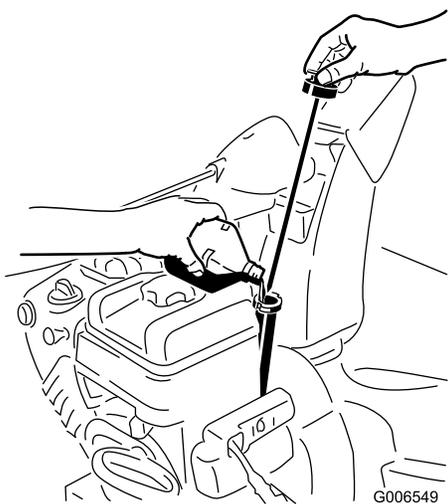

Рисунок 33
2. Выньте щуп и проверьте уровень масла (Рисунок 33). Если уровень масла находится ниже отметки Add (Добавить), то добавьте масла в двигатель. См. Раздел "Заправка двигателя маслом".